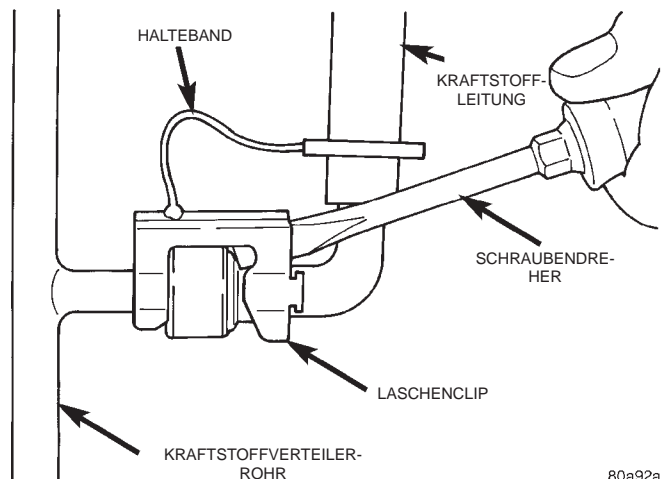
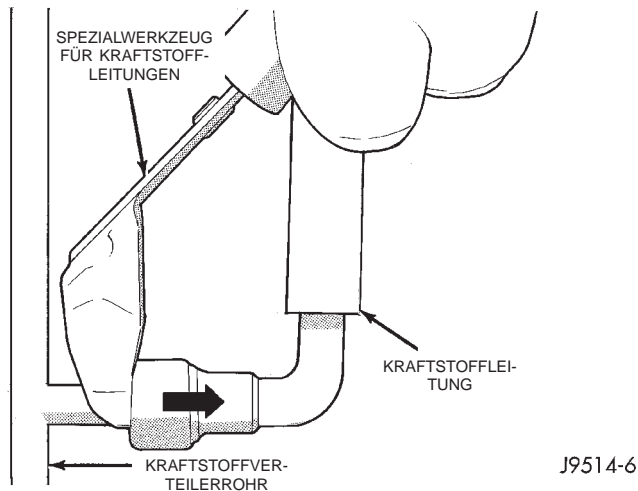

Abb. 20 Ausbau/Sicherungslaschenclip
Abb. 21 Ausbau/Kraftstoffleitung
Zur Befestigung der Kraftstoffleitung am Kraftstoffverteilerrohr wird ein Sicherungslaschenclip verwendet (Abb. 20). Nachdem der Sicherungsclip entfernt ist, ist ein Spezialwerkzeug zur Demontage der Kraftstoffleitung vom Kraftstoffverteilerrohr erforderlich. Der gleiche Sicherungslaschenclip kann außerdem auch zur Montage anderer Bauteile der Kraftstoffanlage verwendet werden.
(1) Den Druck in der Kraftstoffanlage abbauen. Näheres hierzu siehe "Kraftstoffdruck in der Kraftstoffanlage abbauen" in diesem Abschnitt.
(2) Das Minuskabel von der Batterie abklemmen.
(3) Vor der Demontage den Anschluß von Schmutz und Fremdkörpern reinigen.
(4) Den Sicherungsclip mit einem Schraubendreher nach oben hebeln (Abb. 20).
(5) Den Sicherungsclip auf des Kraftstoffverteilerrohr schieben und gleichzeitig mit dem Schraubendreher anheben.
(6) Das Spezialwerkzeug zum Ausbau von Kraftstoffleitungen (Snap-On-Aufsatz Nr. FIH 9055-1 oder gleichwertiges Werkzeug) in die Kraftstoffleitung einsetzen (Abb. 21). Mit diesem Werkzeug die Sperrungen am Ende der Kraftstoffleitung lösen.
(7) Das Spezialwerkzeug sitzt weiterhin in der Kraftstoffleitung. Die Kraftstoffleitung vom Kraftstoffverteilerrohr abziehen.
(8) Nach dem Lösen der Leitung bleiben die Sperrungen in der Schnelltrennkupplung am Ende der Kraftstoffleitung.
(9) Bevor die Schnelltrennkupplung am Kraftstoffverteilerrohr wieder montiert wird, sind beide Anschlüsse auf einwandfreien Zustand zu prüfen. Die Teile mit einem fusselfreien Tuch reinigen. Anschließend die Teile mit sauberem Motoröl leicht einölen.
(10) Die Kraftstoffleitung auf das Kraftstoffverteilerrohr schieben, bis sie mit einem Klicken hörbar einrastet.
(11) Den Sicherungsclip montieren (er rastet ein). **Wenn der Sicherungsclip nicht einrastet, bedeutet dies, daß die Kraftstoffleitung nicht korrekt am Kraftstoffverteilerrohr montiert ist. In diesem Fall den Anschluß der Kraftstoffleitung erneut prüfen.**
(12) Durch kräftiges Ziehen (70 - 140 N) an der Kraftstoffleitung und an der Schnelltrennkupplung prüfen, ob diese fest sitzt.
(13) Das Minuskabel an der Batterie anschließen.
(14) Den Motor anlassen und auf Undichtigkeiten prüfen.